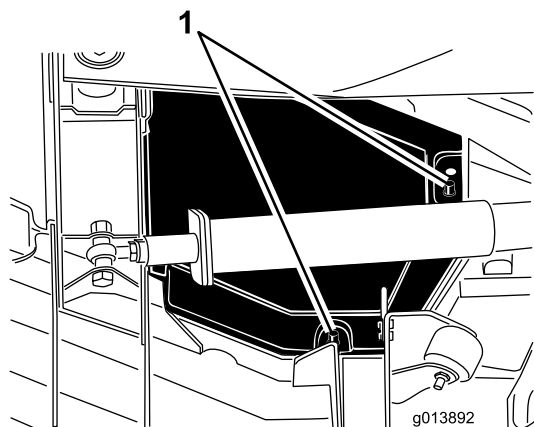

Рисунок 46
4. Поднимите задний и внутренний края крышки с монтажных штырей (Рисунок 46).